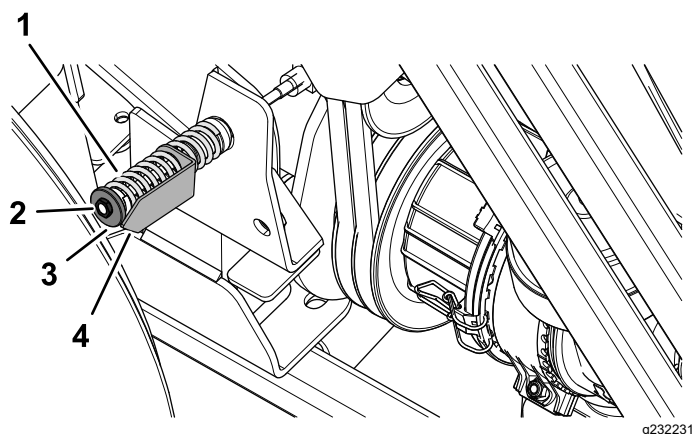

Figura 89
5. Se for necessário, rode a porca do tensor da polia intermédia até que a seta do indicador de tensão alinhe com a superfície exterior da anilha (Figura 89).
8. Desaperte a porca do tensor da polia intermédia; consulte Figura 89 em Verificação da tensão da correia da tomada de força (página 65).